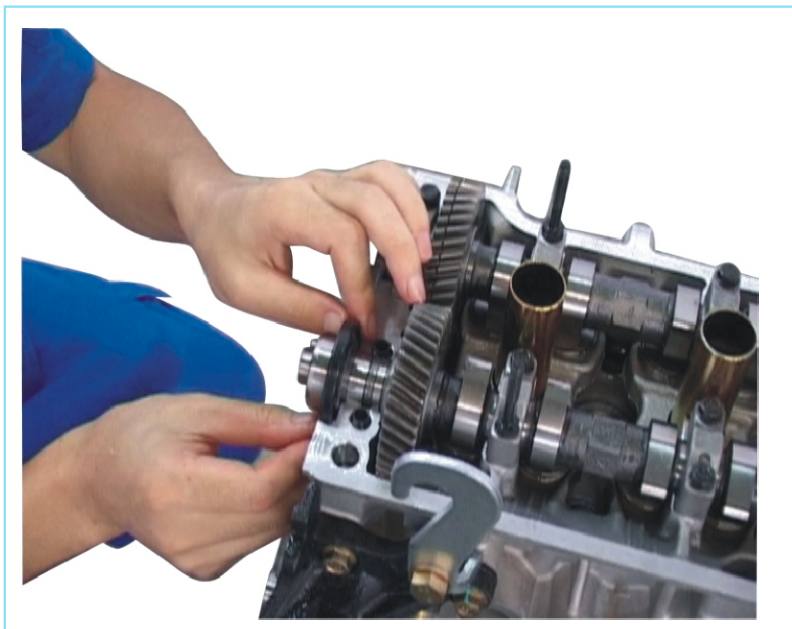

图2-113 装凸轮轴油封
I. 用专用维修工具轻轻敲入油封；装油封时，注意其边缘朝向要正确，将油封敲入至气缸盖的最深处（图2-113）。